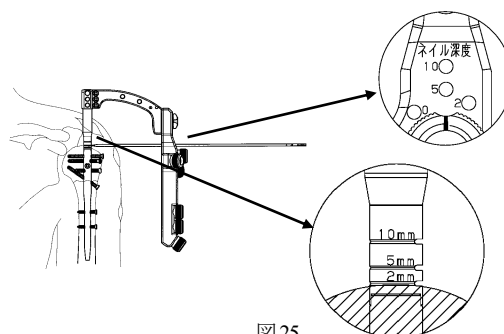

図25
- 25) イメージインテンシファイヤー（X線透視）を用いてネイル近位端の挿入位置を確認し、エンドキャップが骨頭から突出しないよう、サイズを選択します。（図25）